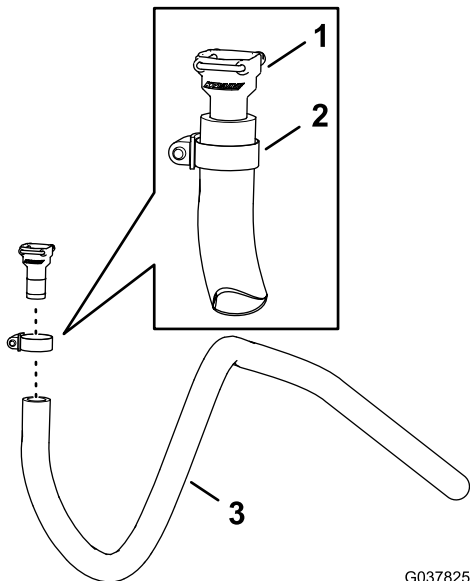

Рисунок 95
1. Установите прямой штуцер типа «елочка» (3/4 дюйма), снятый при выполнении пункта 3 в разделе [Установка отсечного клапана для дополнительного комплекта распылительного пистолета или электрического шлангового барабана \(страница 44\)](#), в шланг 1,3 x 180 см с помощью шлангового хомута, размером от 13 до 32 мм, как показано на Рисунок 95.